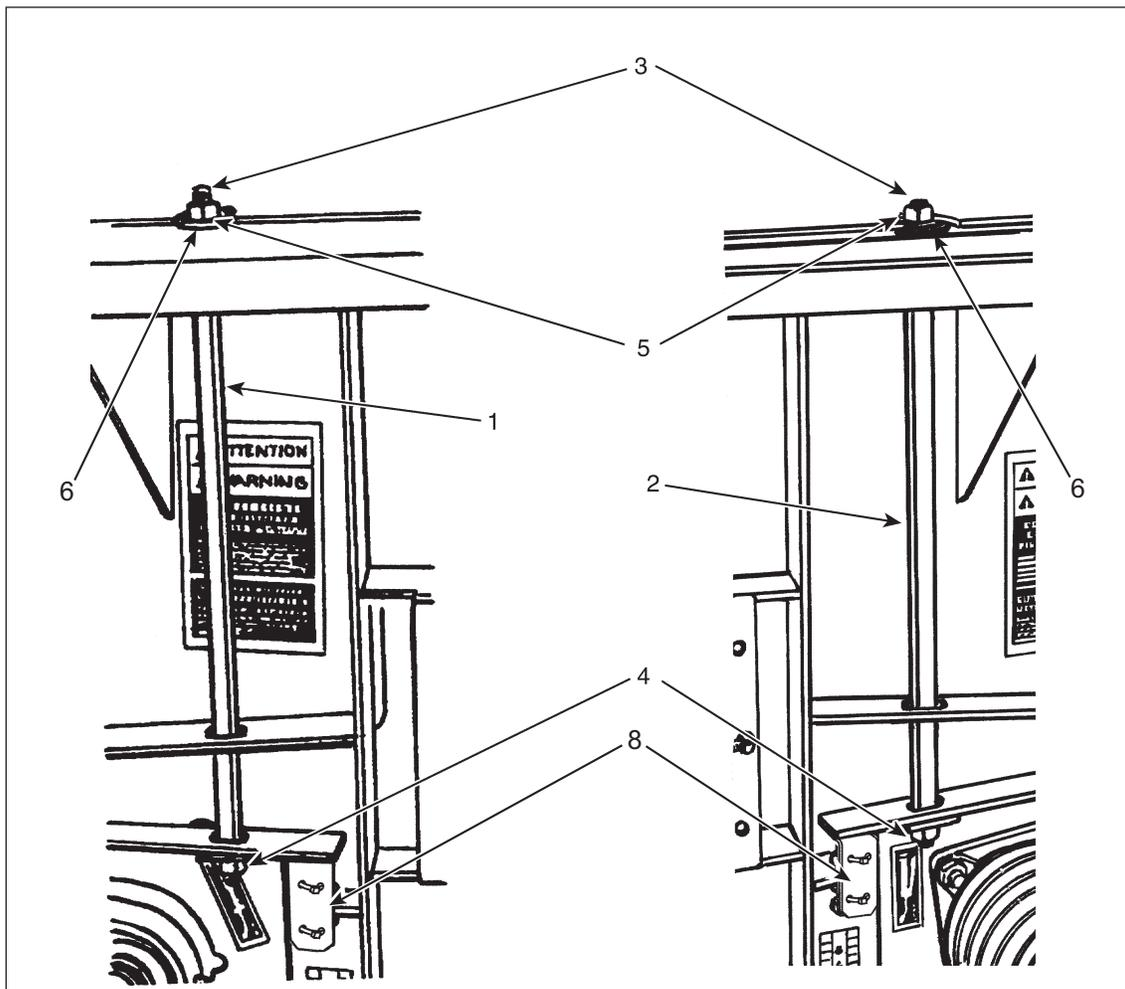

Figure 60
Installer la plaque de verrouillage (item 8 à la figure 60) de chaque côté. Cette plaque doit couvrir les boulons d'ajustement. Utiliser un attache de type "Tie-Wrap" afin de maintenir la plaque en place.
ÉTAPE 13 - FIGURE 60